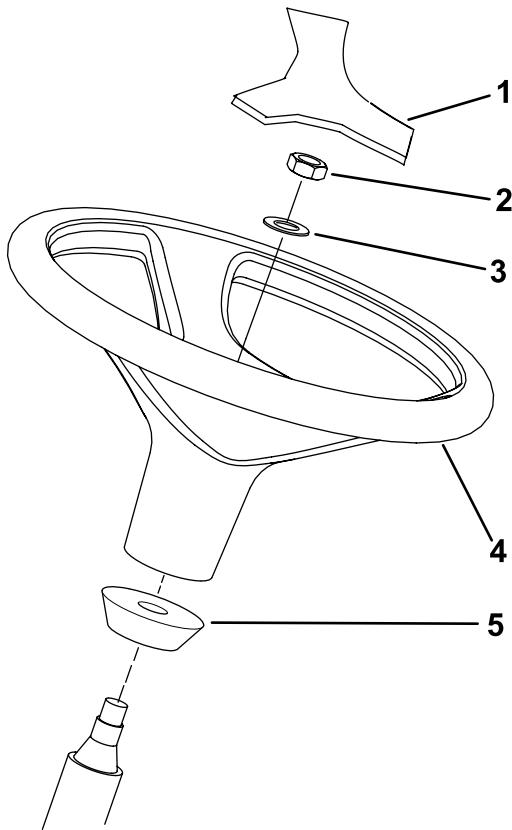

Figura 10
- Retire el volante del calzo de transporte (Figura 10).
Nota: Asegúrese de que el collar de espuma permanece en el eje de dirección (Figura 10).
3. Deslice el volante y la arandela sobre la columna de dirección (Figura 10).
5. Monte la tapa en el volante (Figura 10).